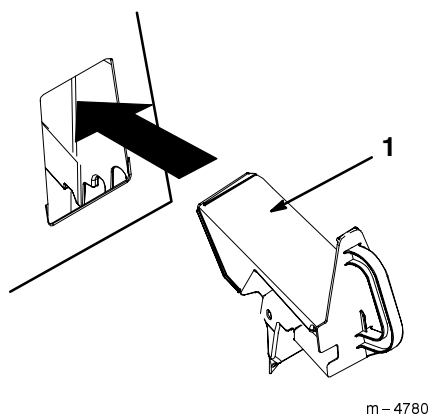

Abbildung 18
- Den Verschußstopfen wie in Abbildung 18 gezeigt in die Öffnung stecken.